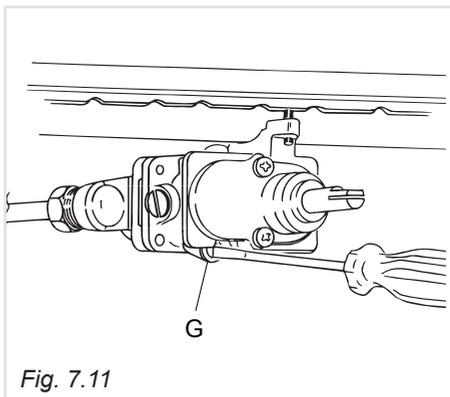

Fig. 7.11
- Sfilare la manopola del termostato e con un cacciavite a taglio svitare di circa 3 giri la vite by-pass "G" (Fig. 7.11) passando attraverso l'apertura del cruscotto;
- Dopo aver tolto nuovamente la manopola e facendo molta attenzione a non ruotare l'asta del rubinetto, avvitare lentamente la vite by-pass "G" (Fig. 7.11) fino all'ottenimento di una fiamma lunga 3-4 mm.